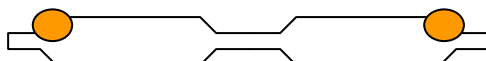

Fig 1. Tværsnit af montageprofil.
- **KONSTRUKTIONSLIM 293** påføres i to strenge langs kanten af montageprofilerne, se fig. 1. Limen bruges både til lodrette og vandrette profiler og på begge sider.